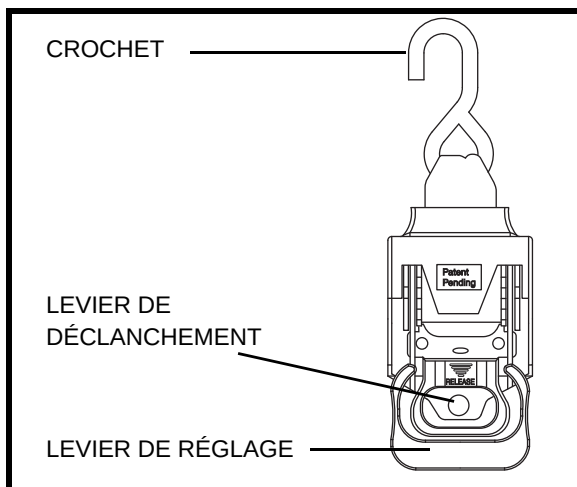

Figure 15. Courroie d'ancrage rétractable
- Resserrez le levier de déclenchement et le levier de réglage sur la courroie d'ancrage rétractable et amenez les deux leviers de façon simultanée vers l'avant à un angle de 90 degrés jusqu'à leur verrouillage en position. Cela débloquent la courroie d'ancrage rétractable. **Voir les figures 15 et 16.**
- Une fois chaque courroie fixée en position, resserrez simultanément le levier de déclenchement et le levier de réglage et amenez les deux leviers vers l'arrière dans leur position initiale. Cela bloquera la courroie d'ancrage rétractable. **Voir les figures 15 et 16.**